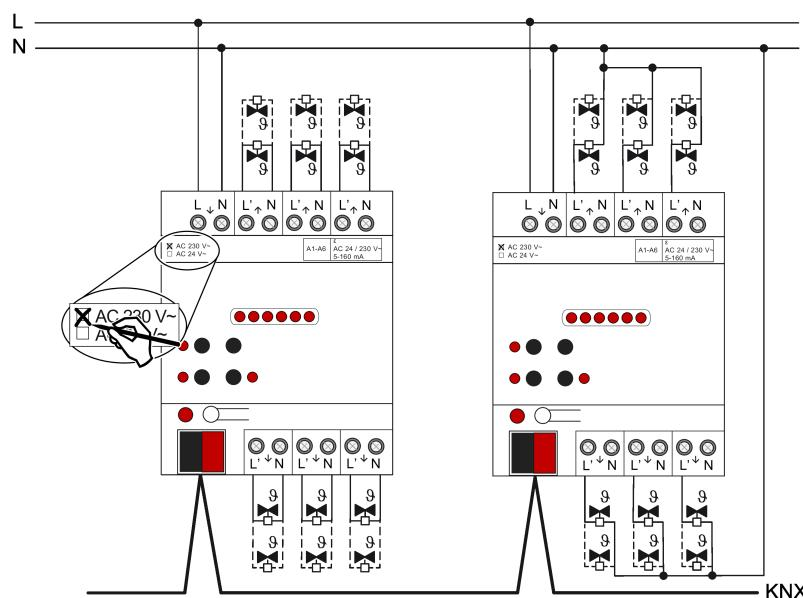

рисунок 3: Подключение сервоприводов 230 В перем. тока (примеры подключения)
- Подключите сервоприводы 230 В перем. тока согласно схеме подключений (см. рисунок 3). Нейтральные провода сервоприводов могут быть подключены либо непосредственно к N-клеммам выходов исполнительного элемента отопления (пример подключения слева), либо, в качестве альтернативы, вместе с соответствующим N-потенциалом (например, N-клемма для закрепления на токоведущей части в распределителе) (пример подключения справа). Необязательно подключать нейтральные провода сервоприводов непосредственно к исполнительному элементу.